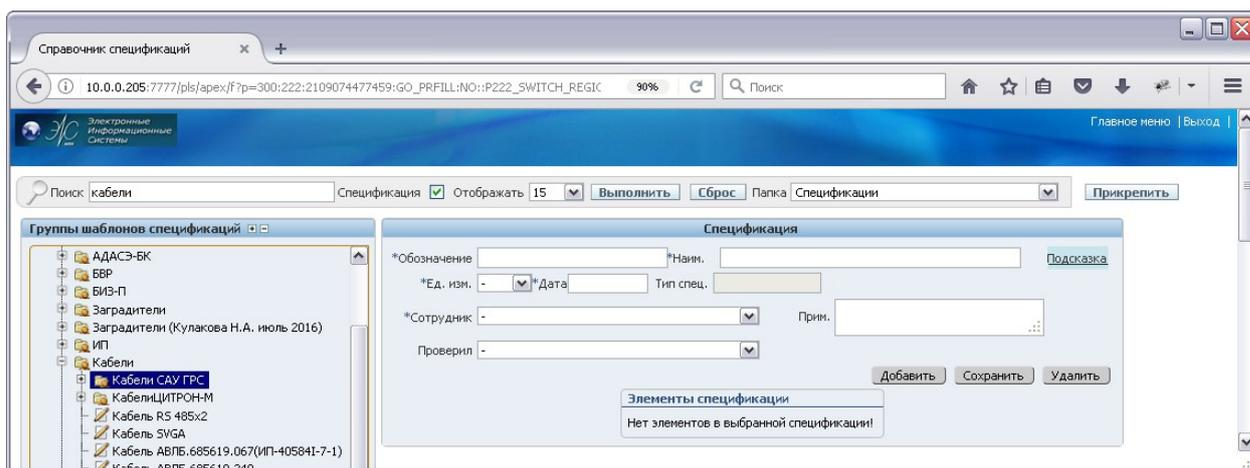

Рис. 26 Подгруппа «Кабели»
- щелкаем «мышкой» по кнопке «СОХРАНИТЬ» и получаем в древе новую подгруппу «КАБЕЛИ САУ ГРС» (рис. 26).
Для изменения названия существующей группы «мышкой» выделим группу, нажмем кнопку «ИЗМЕНИТЬ». Появится поле «ИМЯ ГРУППЫ» (рис. 26).